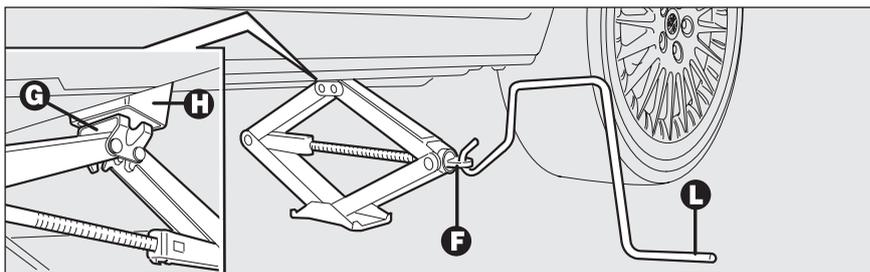

fig. 7
- ❑ azionare il dispositivo **F-fig. 7** in modo da distendere il cric, sin quando la parte superiore del cric **G** si inserisce correttamente all'interno del dispositivo di ritenuta **H**;
- ❑ inserire la manovella **L-fig. 7** per permettere l'azionamento del cric e sollevare la vettura, sino a quando la ruota si alza da terra di alcuni centimetri;